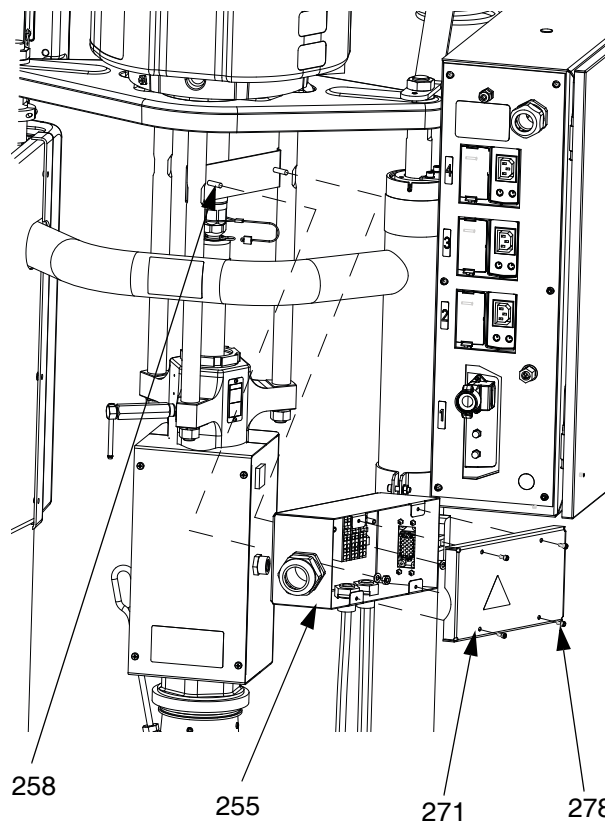

FIG. 36: Rimozione della scatola di giunzione D60
Reinstallare la scatola di giunzione (255) sulla staffa (258). Utilizzare le viti (278) per collegare il coperchio (271). Vedere la FIG. 36.